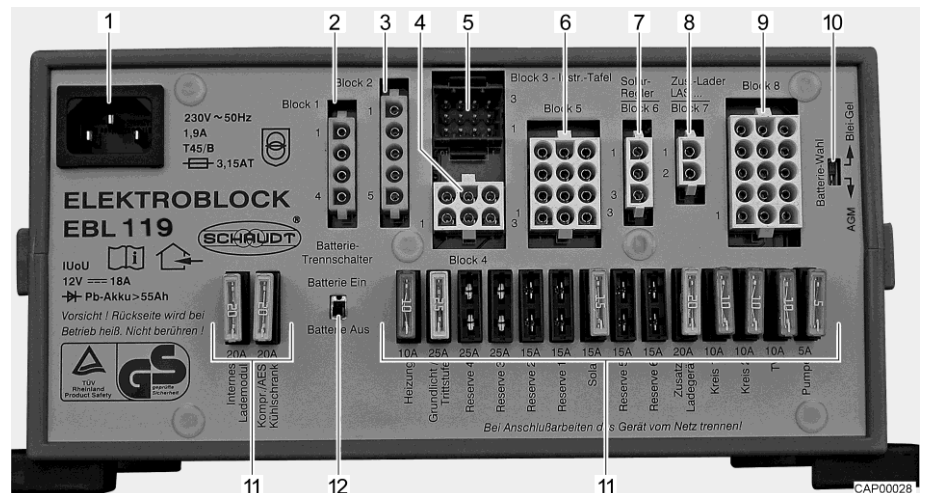

Bild 40 Elektroblock (EBL 119)
- Batterie-Trennschalter (Bild 40,12) am Elektroblock ausschalten.